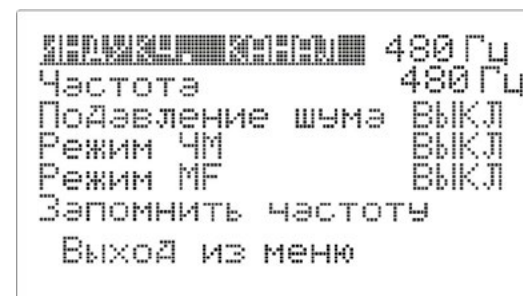

Рисунок 6
4.6.5. Для задания необходимых параметров каналов «480», «1К», «10К» войти в экран меню – левый энкодер – вращение по часовой стрелке с одновременным нажатием. Экран меню Рис. 6.